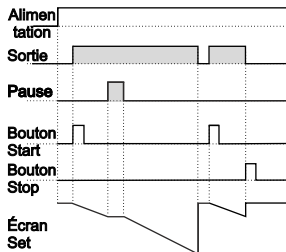

Figure 1.1
1.1.1 Si le décomptage est  $\boxed{dÉct} = 1$  et que  $\boxed{outF}$  est  $\boxed{0-n}$ , le schéma de commande sera celui illustré à la figure 1.1